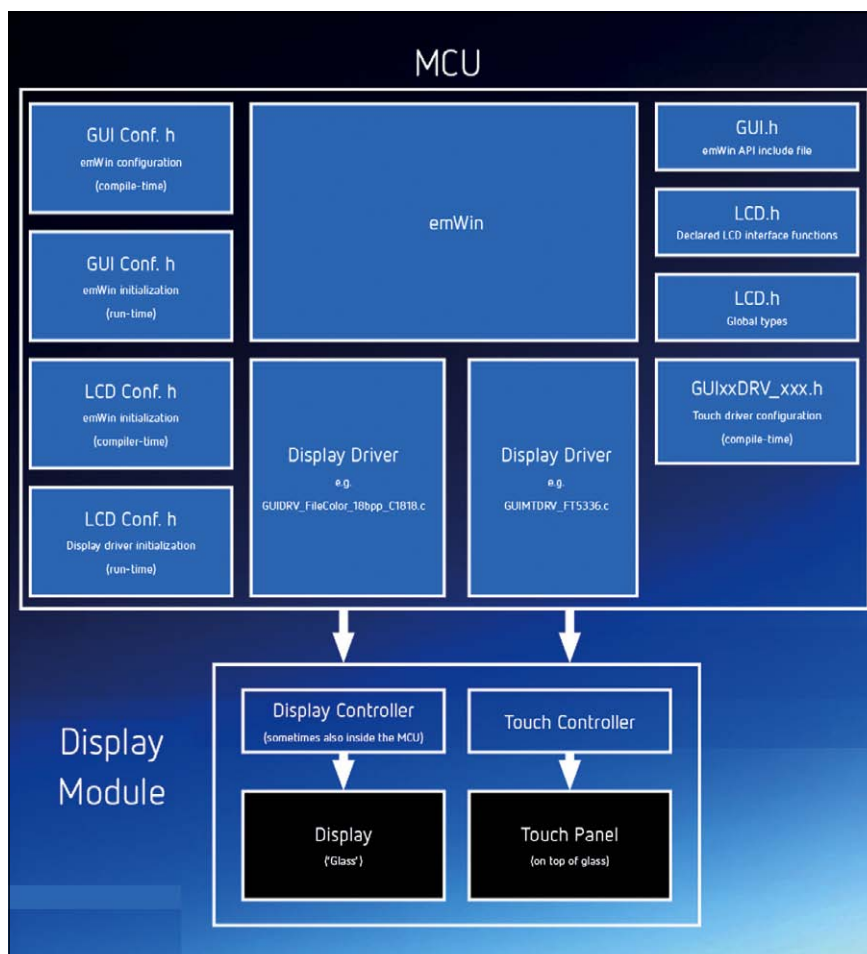

Bild 2. Schaubild eines emWin-Systems. (Bild: Segger)
**Bild 2** stellt die allgemeine Struktur eines emWin-Systems dar. Obwohl emWin die ressourceneffizienteste Grafikkbibliothek für Embedded-Geräte auf dem Markt ist, ist sie natürlich nicht die einzige. Aus Platzgründen können nicht alle von Solaride verwendeten Funktionen beschrieben werden, daher sind die wichtigsten hervorgehoben [2]. Nach Seggers Informationen gibt es kein Tool mit einer vergleichbaren Vielfalt an Optionen zur Skalierung von Bildern und Schriften wie emWin. Standardmäßig werden Bilder so für die Hardware umgerechnet, dass die bestmögliche Performance erreicht wird. Aber es kommt nicht immer nur auf die Leistung an, sondern auch auf die Notwendigkeit, Ressourcen zu erweitern. Bei diesem Aspekt bietet emWin größtmögliche Flexibilität.